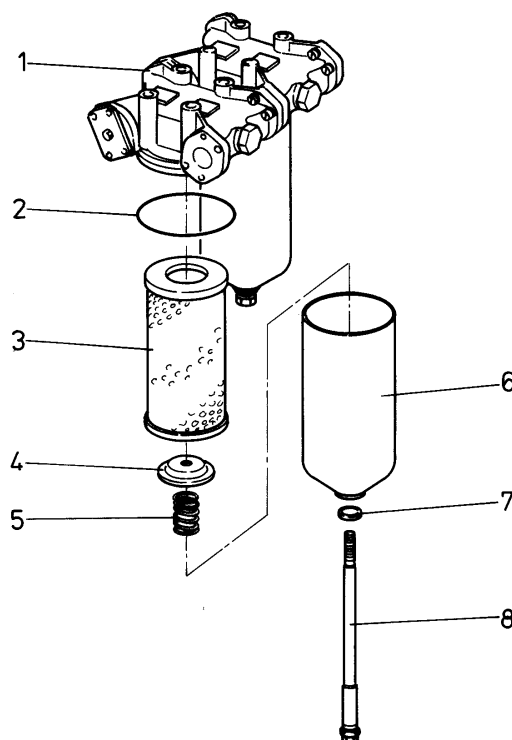

Рис. 5.50. Фильтры трансмиссии, напорные
1. Тщательно очистить головку (1, Рис. 5.50.) напорных фильтров и их корпуса (6). Оба напорных фильтра трансмиссии имеют одинаковую конструкцию и их фильтрующие элементы заменяются идентичным способом.
2. Предварительно следует ослабить (приоткрыть) резьбовой стержень (8), а затем, придерживая корпус (6), полностью выкрутить его.